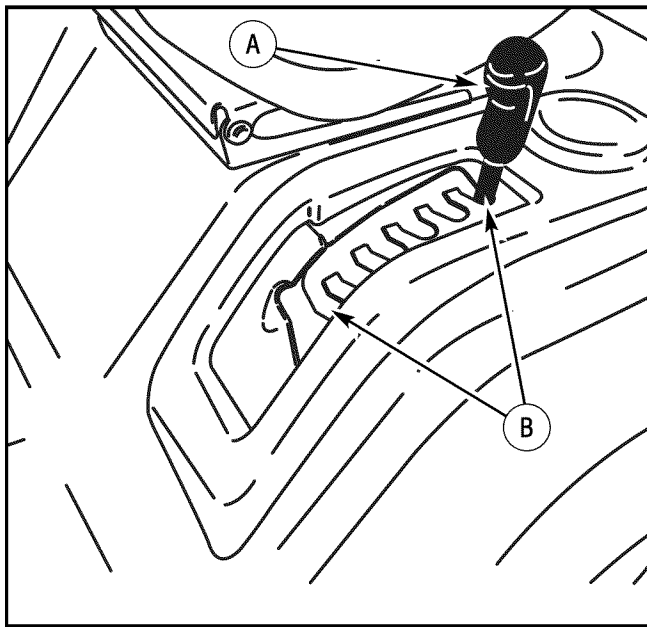

Figura 37: Posición de corte
- Levante el elevador de cubierta de la posición de AJUSTE DE NIVEL, a una ALTURA DE CORTE determinada (Figura 37).